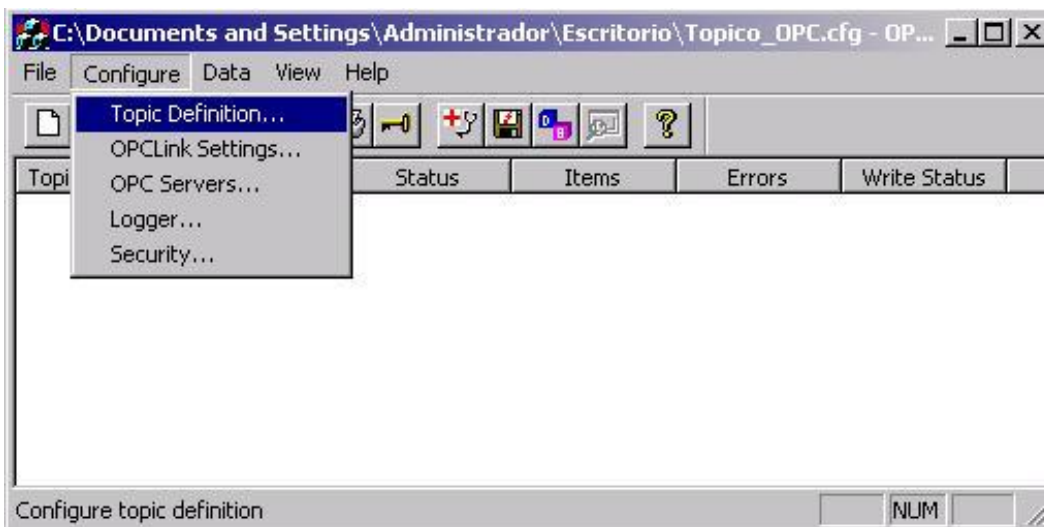
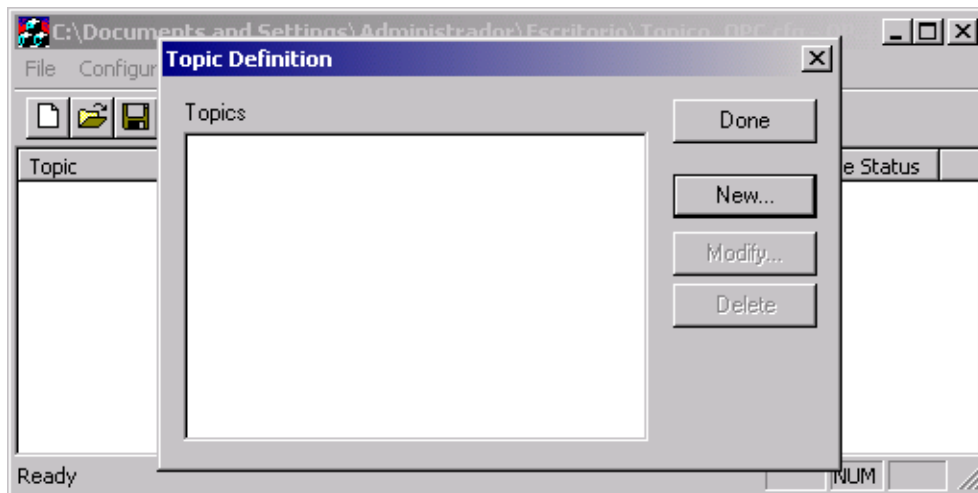

Figura 5. Ventana Principal de OPCLink de Wonderware
Figura 6. Ventana Topic Definition de OPCLink
3. En el menú **Configure** de la ventana principal del OPCLink, se da clic en **Configure Topics** (Figura 5), para abrir el cuadro de diálogo **Topic Definition** (Definición de Tópico), y en esta ventana se da clic en **New**, para crear un nuevo Tópico (Figura 6).